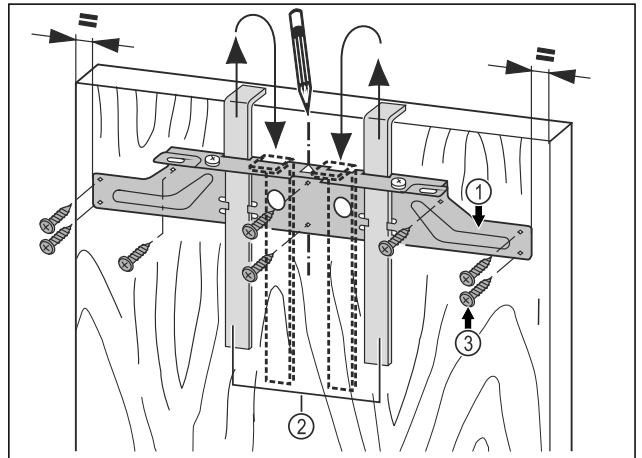

Fig. 43
- ▶ Befestigungstraverse Fig. 43 (1) mit den Montagehilfen Fig. 43 (2) auf die Innenseite der Möbeltür hängen.
- ▶ Befestigungstraverse Fig. 43 (1) mittig auf der Tür ausrichten.
- ▶ Die Befestigungstraverse Fig. 43 (1) mit mindestens 6 Schrauben Fig. 43 (3) festschrauben.
- ▶ Befestigungstraverse Fig. 43 (1) mit 4 Schrauben Fig. 43 (3) am Rand festschrauben.
- ▶ Montagehilfen Fig. 43 (2) nach oben herausziehen und in die danebenliegenden Aufnahmeöffnungen gedreht einschieben.